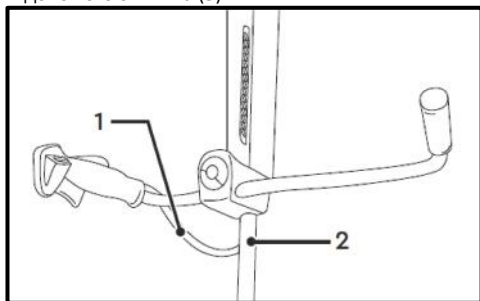

Рис. 9
- Заведіть гофру (1) під штангу (2) (Рис. 9).
- Зафіксуйте кронштейн з рукоятками на штанзі за допомогою гвинта (5).